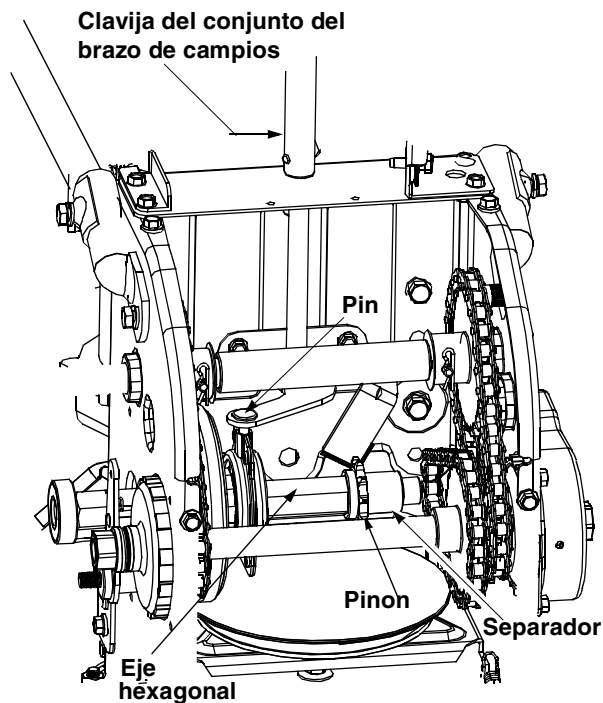

Figura 37
- Inserte la clavija del conjunto del brazo de cambios dentro del conjunto de la rueda de fricción y mantenga el conjunto en posición. Vea la Figura 37.
- Inserte el eje hexagonal a través del piñón y del separador. Vea la Figura 37. Asegúrese que la cadena enganche los piñones pequeño y grande.